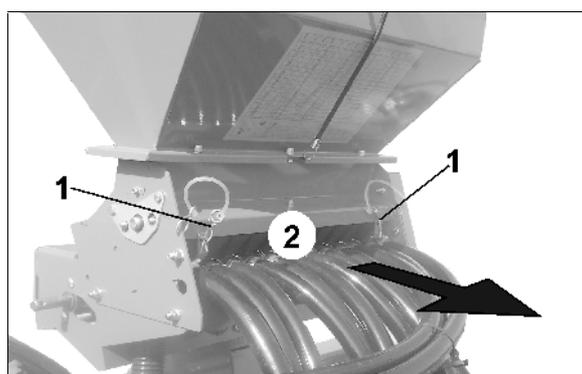

Fig. 38
1. Tirer les deux goupilles (Fig. 38/1).
2. Extraire l'unité de dosage (Fig. 38/2) vers l'arrière jusqu'en butée.